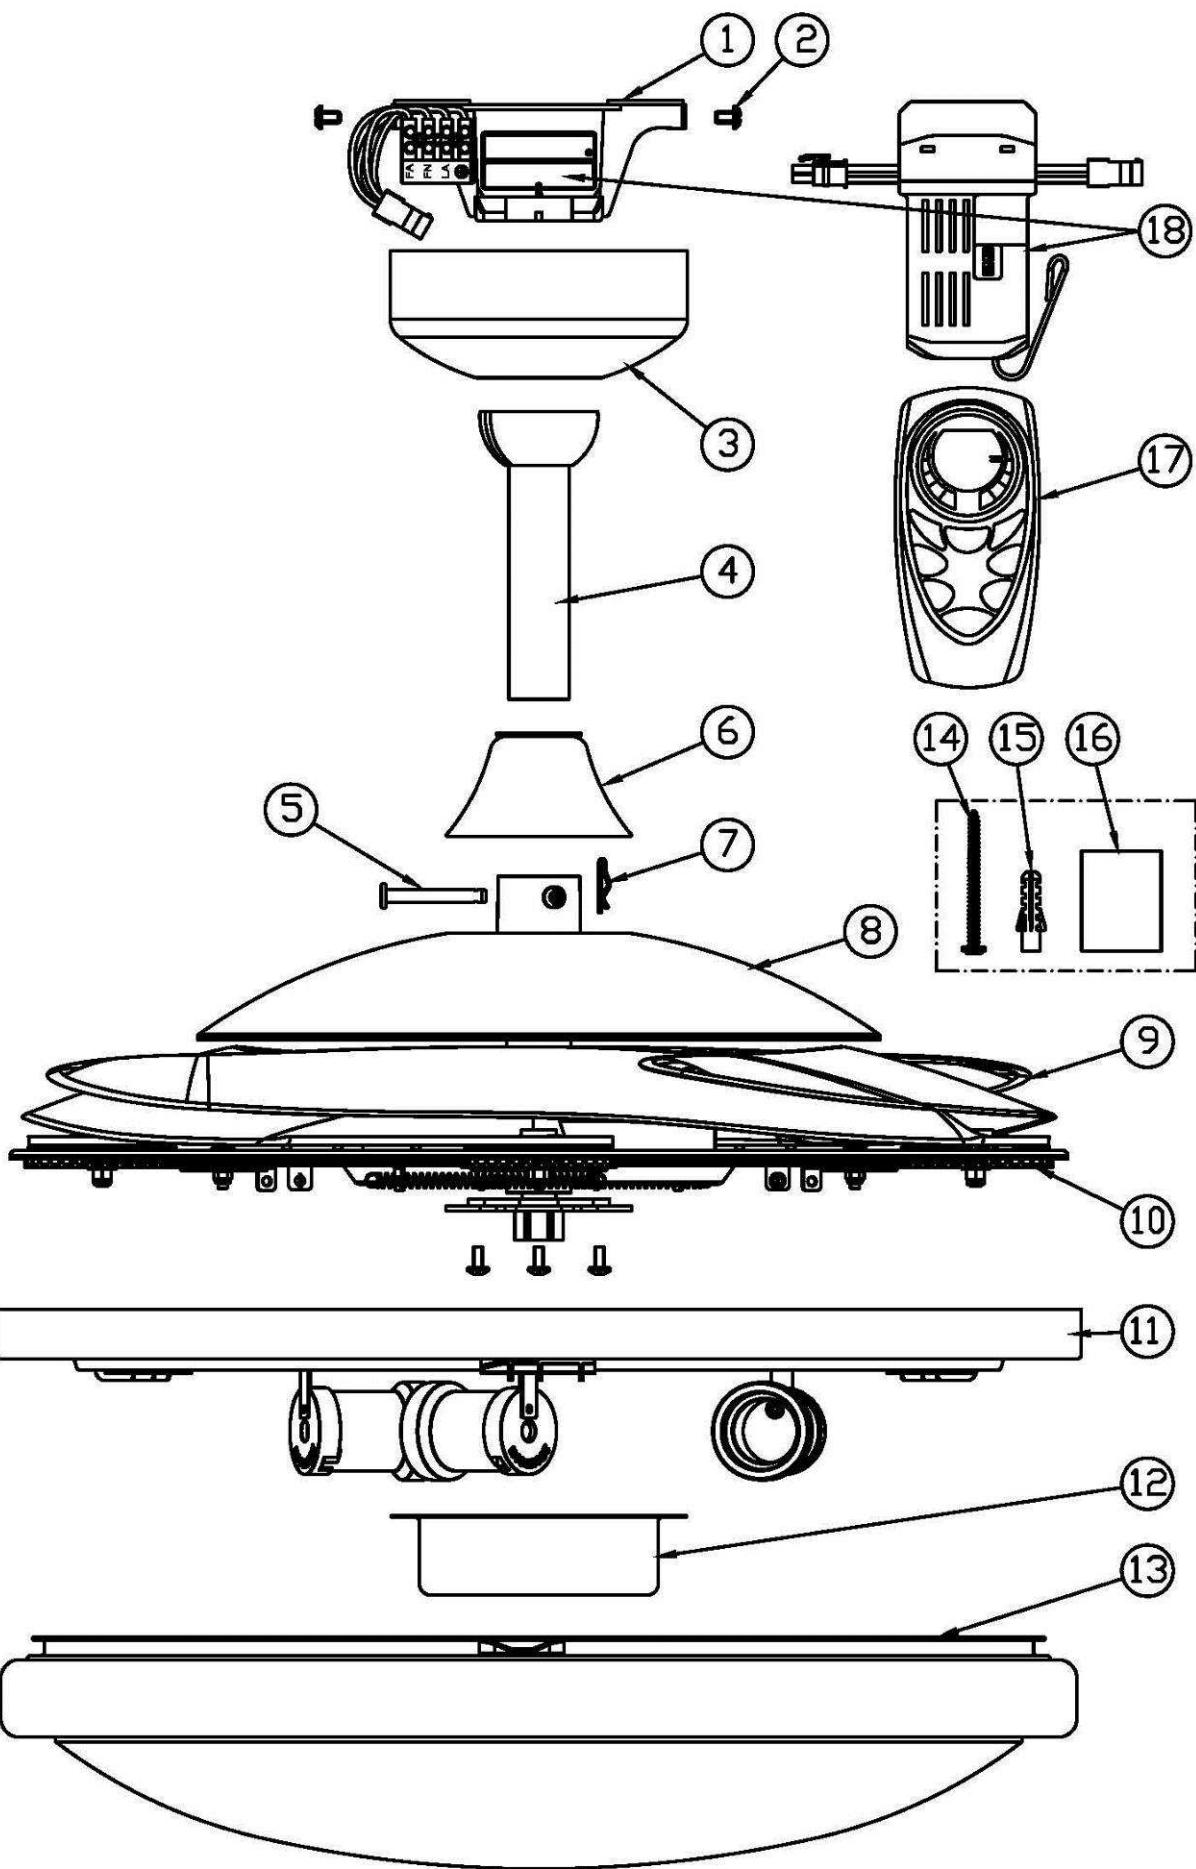
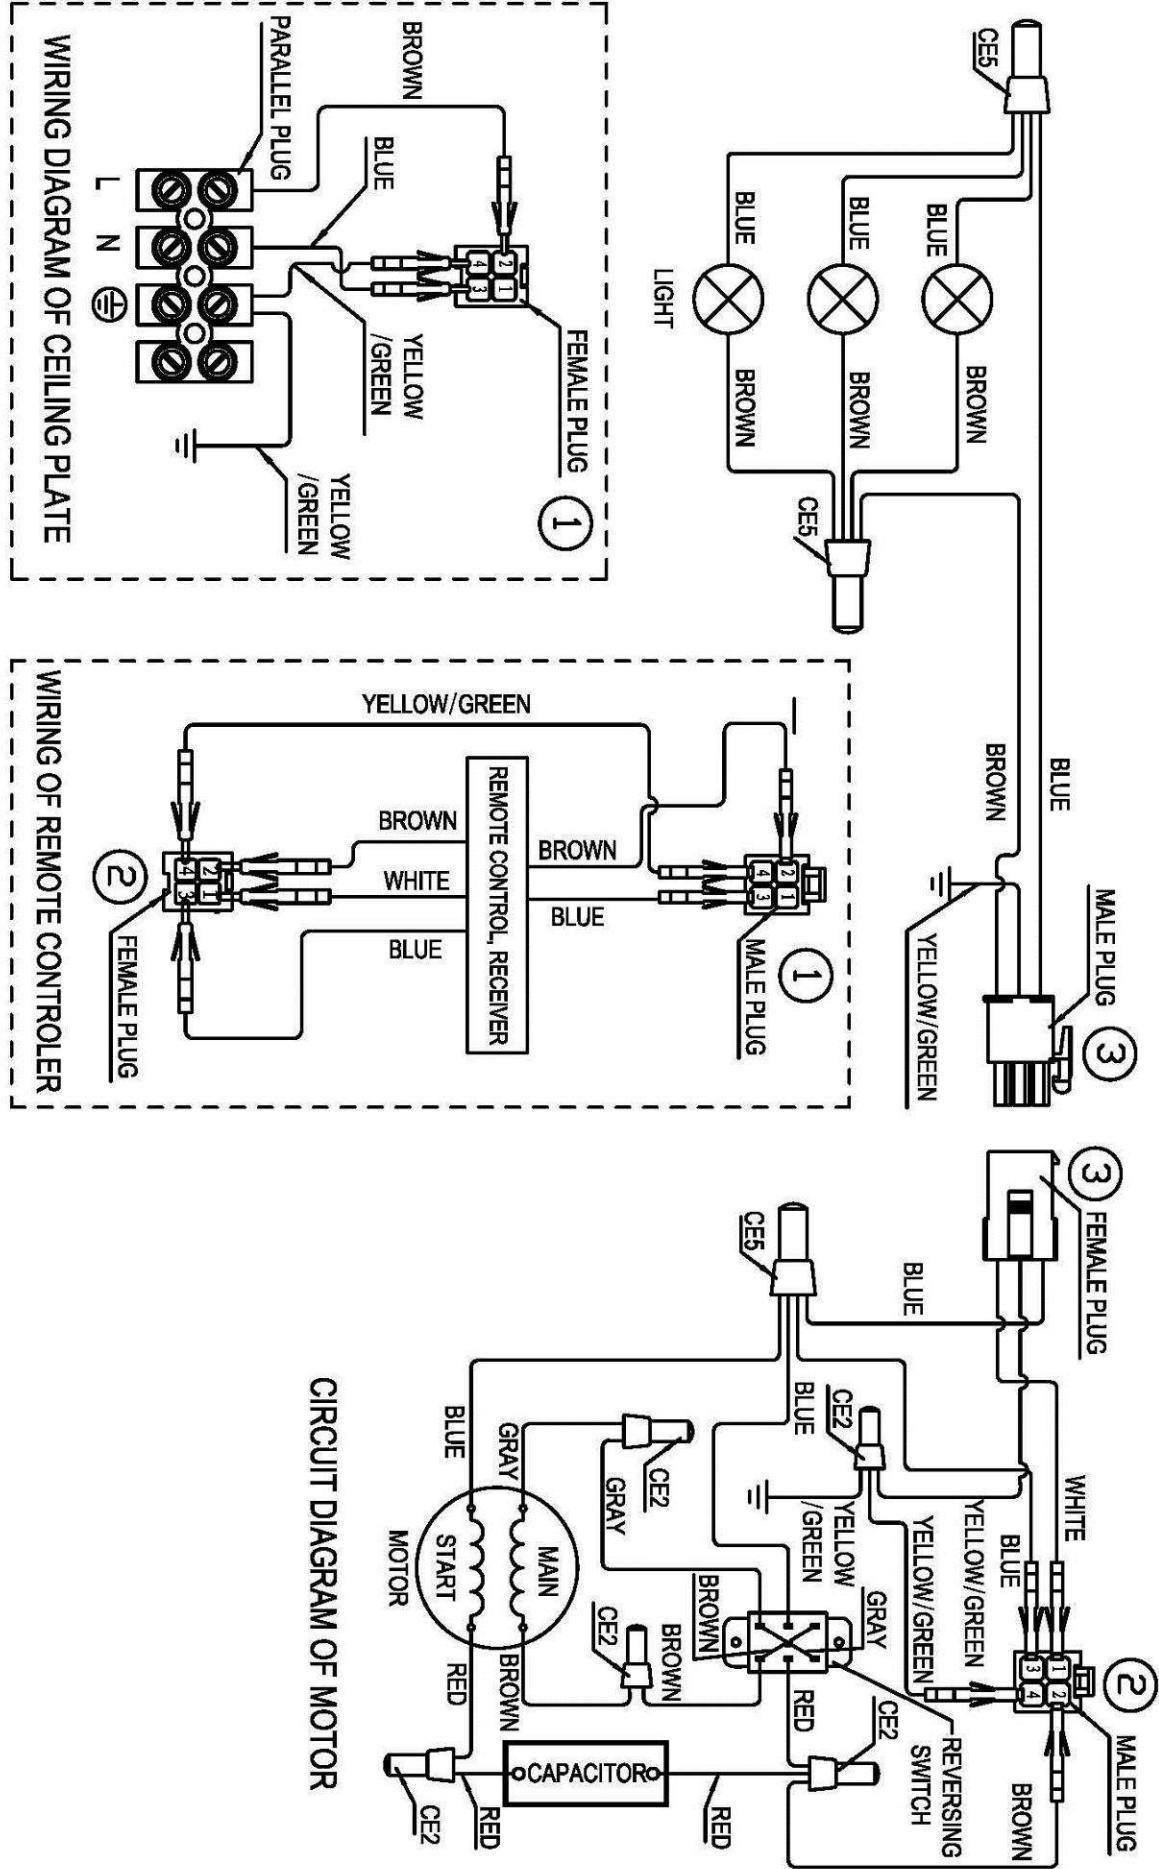

Figure 1
Figure 3
Déballez le ventilateur avec précaution et identifiez les différentes pièces. Veuillez vous en référer à la FIGURE 1.
- Déposez la garniture de plafond (No. 3 – Figure 1) en desserrant les deux vis pourvues de fentes.
- 1) Faites passer la tige de suspension à travers la garniture de plafond (No. 3 Figure 1) et le couvercle de goupille et clavette (No. 6 Figure 1).
- 3) Introduisez la tige de suspension (No.4 – Figure 1) dans la partie supérieure de l'unité (No.8 – Figure 1), alignez les trous de l'unité avec ceux de la tige de suspension et insérez la clavette (No.5 – Figure1). Insérez ensuite la goupille (No.7 - Figure 1) dans l'extrémité de la clavette.
- 2) Insérez le récepteur de la commande à distance dans le support de montage (No.1 – Figure 1). Connectez la commande à distance au faisceau du moteur en raccordant les prises mâle et femelle (No.2 - Fig.3), puis brancher la commande à distance sur le support de montage en raccordant les prises mâle et femelle (No.1 - Fig.3).
- 3) Faites coulisser ensuite la garniture de plafond (No.3 – Figure 1) jusque sur le support de montage et en assurer le maintien en utilisant les trous en fentes. Alignez les 2 autres trous puis installez les deux autres vis. Serrez les quatre vis fermement.
Installez le module lumineux et vissez fermement le support luminaire (No.11-Fig.1) au ventilateur. Veillez à ne pas trop serrer les vis. Raccorder les prises mâle et femelle. Mettre le couvercle en place (No.12-Fig.1). Poser les luminaires (non fournis). Placer le dôme de verre sur le support luminaire en le tournant dans le sens des aiguilles d'une montre.